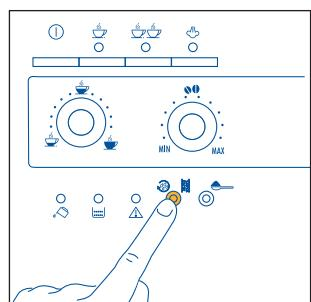

Fig. 14
- 1) Se tirar uma chávena de café curto (inferior a 60cc) logo depois de ligar a máquina, utilize a água quente do enxaguamento para pré-aquecer as chávenas (consulte o conselho no par. 4.3 ponto 5). Se, porém, decorrerem mais de 2/3 minutos após a preparação do último café, antes de tirar novamente um café é necessário pré-aquecer o infusor premindo a tecla ☕ (fig. 14). Deixe que a água flua para a pingadeira subjacente ou utilize esta água para encher (e